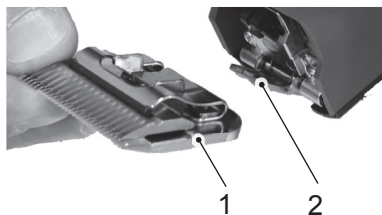

Abb. 8
6. Gewünschten Scherkopf auf das Messerscharnier stecken und bei eingeschaltetem Gerät mit leichtem Druck an die Schermaschine klappen (Abb. 8, 9, 10).